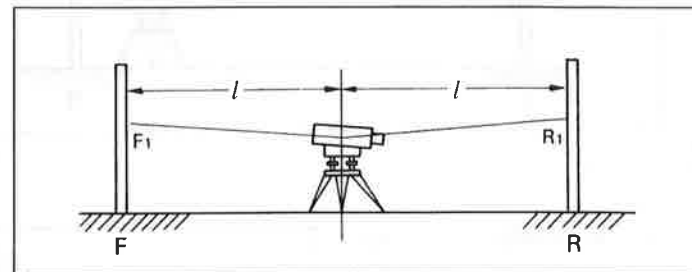

図 9
(1) 点検法
- 2 望遠鏡を前後の標尺に向けて視準します。それぞれの標尺の視準する点を読み取り、 F_1 および R_1 とします。(図 9)